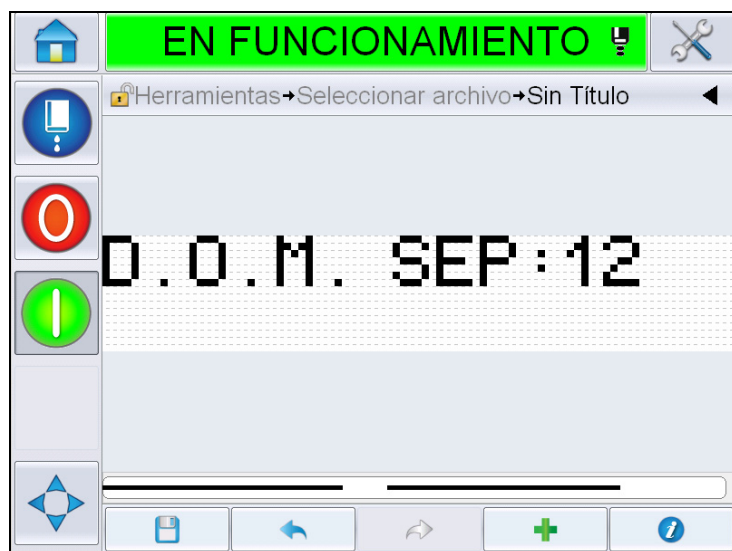

Figura 5-29: Página de mensajes
El mensaje con el formato seleccionado se muestra en la página de *mensajes* (Figura 5-29). Continúe con el paso 18 en la página 5-44 para guardar el mensaje o pase al próximo paso para agregar otro campo.
- 12 El mensaje con el formato seleccionado se muestra en la página de *mensajes* (Figura 5-29). Continúe con el paso 18 en la página 5-44 para guardar el mensaje o pase al próximo paso para agregar otro campo.